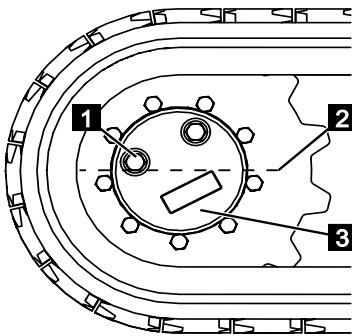

Fig. 174
2. Aligner la machine (☞ Chapitre 7.6 „Déplacement de la machine”, page 77) de façon à ce que le bord inférieur du raccord vissé (Fig.174/1) soit sur l'axe central (Fig.174/2) de l'engrenage (Fig.174/3).